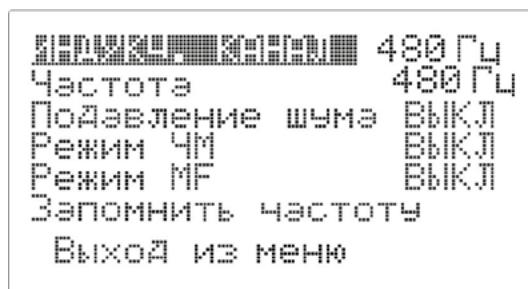

Рисунок 6 – Экран меню
- 4.6.5 Для задания необходимых параметров каналов «480», «1K», «10K» необходимо войти в экран меню (рис. 6) вращением левого энкодера по часовой стрелке с одновременным нажатием.